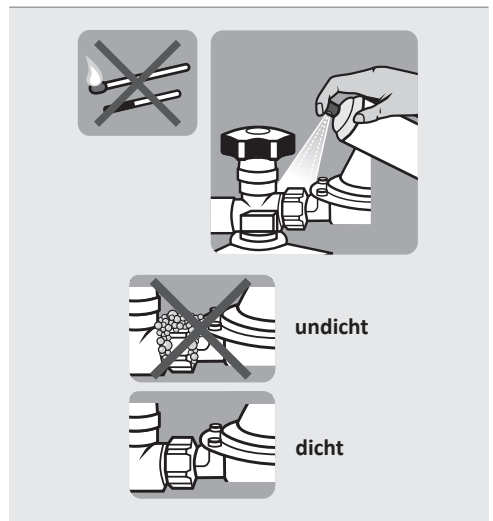

Abb.2: Dichtheitsprüfung
3. Prüfen Sie nun die Dichtheit, wie in Abbildung 2 zu sehen, mit einem handelsüblichen Leckspray. Alternativ können Sie auch eine schaumbildende Substanz (z. B. Seifenlauge bzw. Spülmittelwasser) verwenden.
Alternativ: Tragen Sie den Schaum mit einem Schwamm oder Pinsel auf. Achten Sie darauf, dass sämtliche Verbindungen vom Gashahn bis zum Gasventil am Gerät mit Schaum bedeckt sind. Dort wo sich Blasen bilden liegt eine Undichtheit vor (siehe Abb. 2).